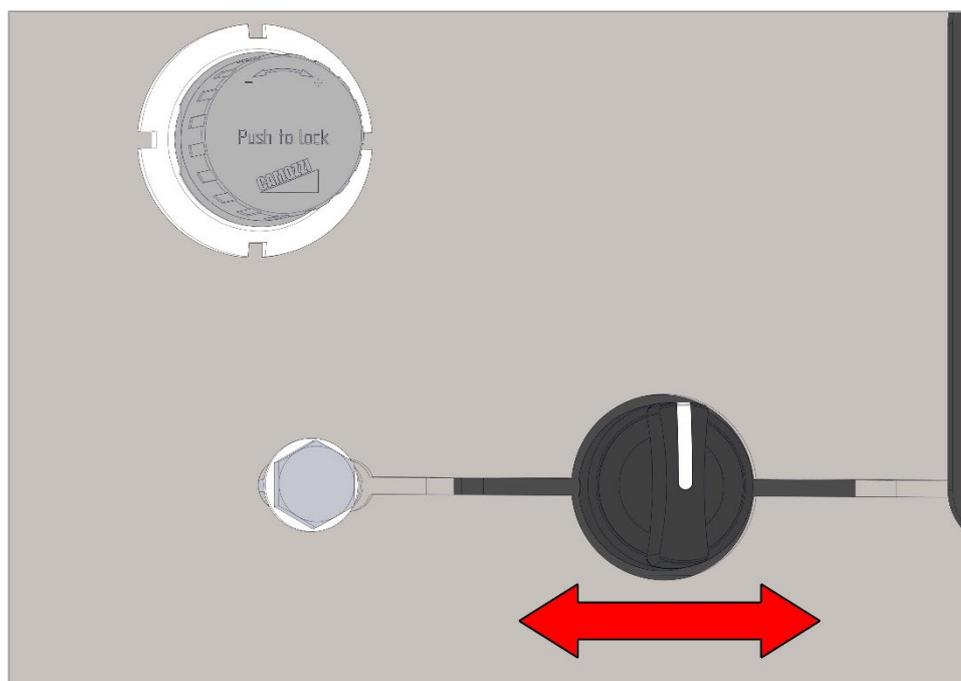

Рис. 38. Перевод джойстика в одно из крайних положений
- 2) После загрузки опустите вынесенную ось на землю, переведя «джойстик» в одно из крайних положений (рис. 38), после опускания оси верните «джойстик» в нейтральное положение.